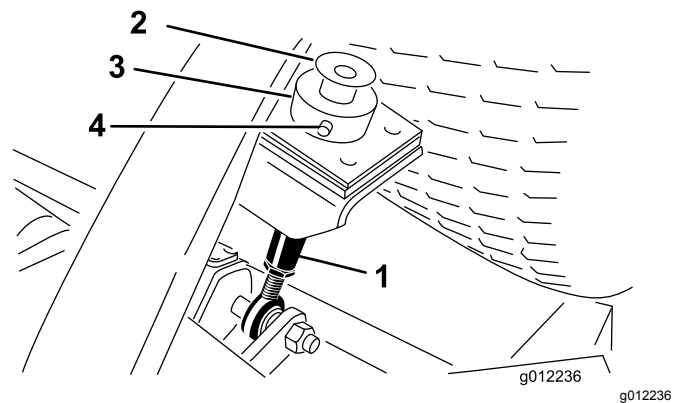

Figura 21
- Retire el perno y la arandela del extremo superior de ambas varillas de ajuste de la altura de corte (Figura 21).
- Retire el pasador de horquilla y la chaveta que fijan el collar de ajuste de la altura de corte a la varilla de ajuste de la altura de corte en la parte trasera de la unidad de corte (Figura 21). Retire el collar de ajuste de la altura de corte.